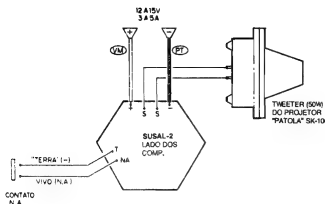

Fig.4
**- FIG. 4 - CONEXÕES EXTERNAS À PLACA** - As ligações externas à placa são simples, totalmente detalhadas no diagrama (placa ainda vista pela sua face não cobreada...). O ponto mais importante a observar é quanto à polaridade da alimentação, sendo aconselhável a utilização "regulamentada" de fio **vermelho** para o **positivo** e fio **preto** para o **negativo**... Observem, ainda que as ligações de Saldagem (S-S), mostram o transdutor (**tweeter**) "nd", removido da sua "corqueta" e "projeto" (basta soltar alguns parafusos no conjunto, que ele todo se desmonta de forma bastante lógica, e muito fácil de - depois - "remontar" corretamente, como sempre ocorre nos produtos "Patola" (Se algum engracadinho, aí, está pensando em "corrupção", pode morder o progenitor nas nádegas... Não recebemos um